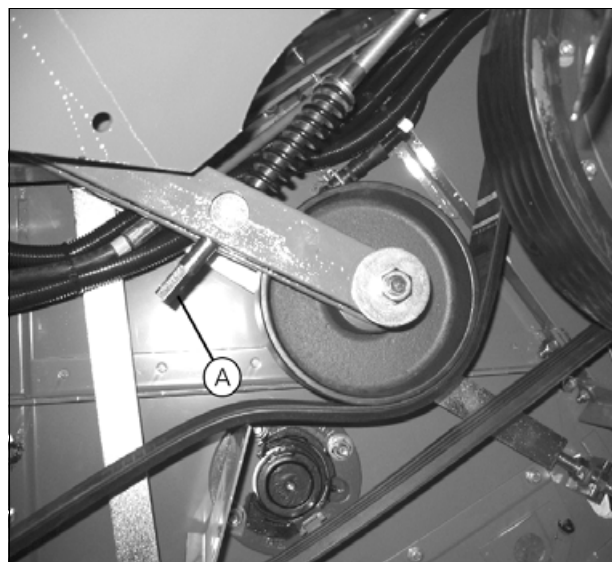

Рис. 14.
13. Отрегулируйте пружину на натяжителе ремня (А) (рис. 14) до длины 100 мм и зафиксируйте ее контргайкой. При установке нового ремня пружину можно отрегулировать до 97 мм, так как новый ремень слегка растянется через некоторое время.
15. Отрегулируйте пружину на натяжителе ремня (A) (рис. 14) до длины 100 мм и зафиксируйте ее контргайкой. При установке нового ремня пружину можно отрегулировать до 97 мм, так как новый ремень слегка растянется через некоторое время.